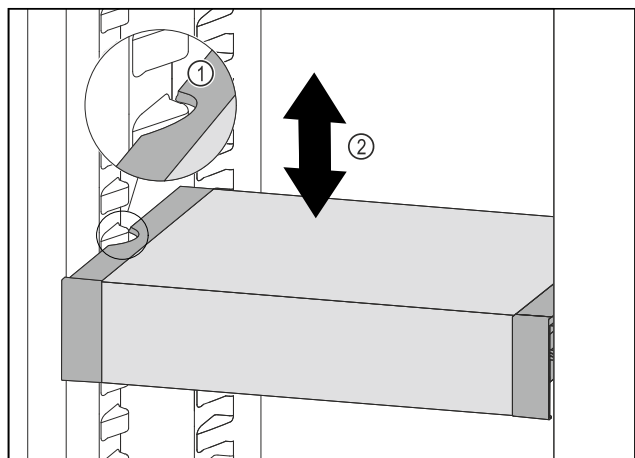

Fig. 133
- Tirare VarioSafe in avanti fino a quando le cavità laterali di VarioSafe non si trovano al livello della nervatura del contenitore nel vano frigorifero. Fig. 133 (1)
- Spostare VarioSafe verso l'alto o verso il basso nel vano frigorifero fino a raggiungere l'altezza desiderata. Fig. 133 (2)